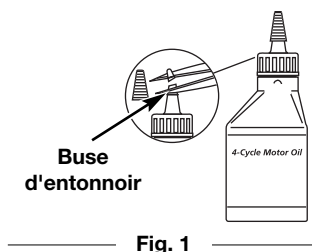

Fig. 1
Votre appareil est livré avec une bouteille d'huile SAE 30 SF, SG, SH de 90 ml (3,04 oz) (Fig. 1).
- Dévisser le bouchon de la bouteille d'huile et retirez le papier couvrant l'ouverture. Remplacez le bouchon. Coupez la pointe de la buse de l'entonnoir (Fig. 1).